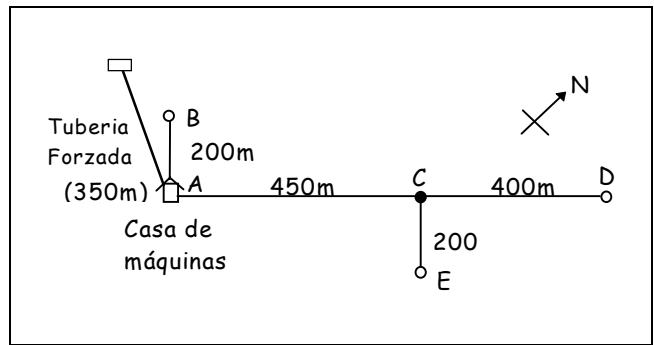

Figura 14-11 Sistema de distribución con cargas concentradas en los extremos de los ramales de servicio.
Consideremos el sistema de distribución sencillo de la Figura 14-11. Las cargas han sido agrupadas en los nodos B, D y E, y se han medido con cuidado las distancias desde la casa de máquinas (A) y el nodo C hasta estos nodos de servicio. Solo falta seleccionar los calibres de cables que darán caídas de voltaje aceptables en los nodos de servicio B, D y E, y de esta manera minimizar los costos de los cables.